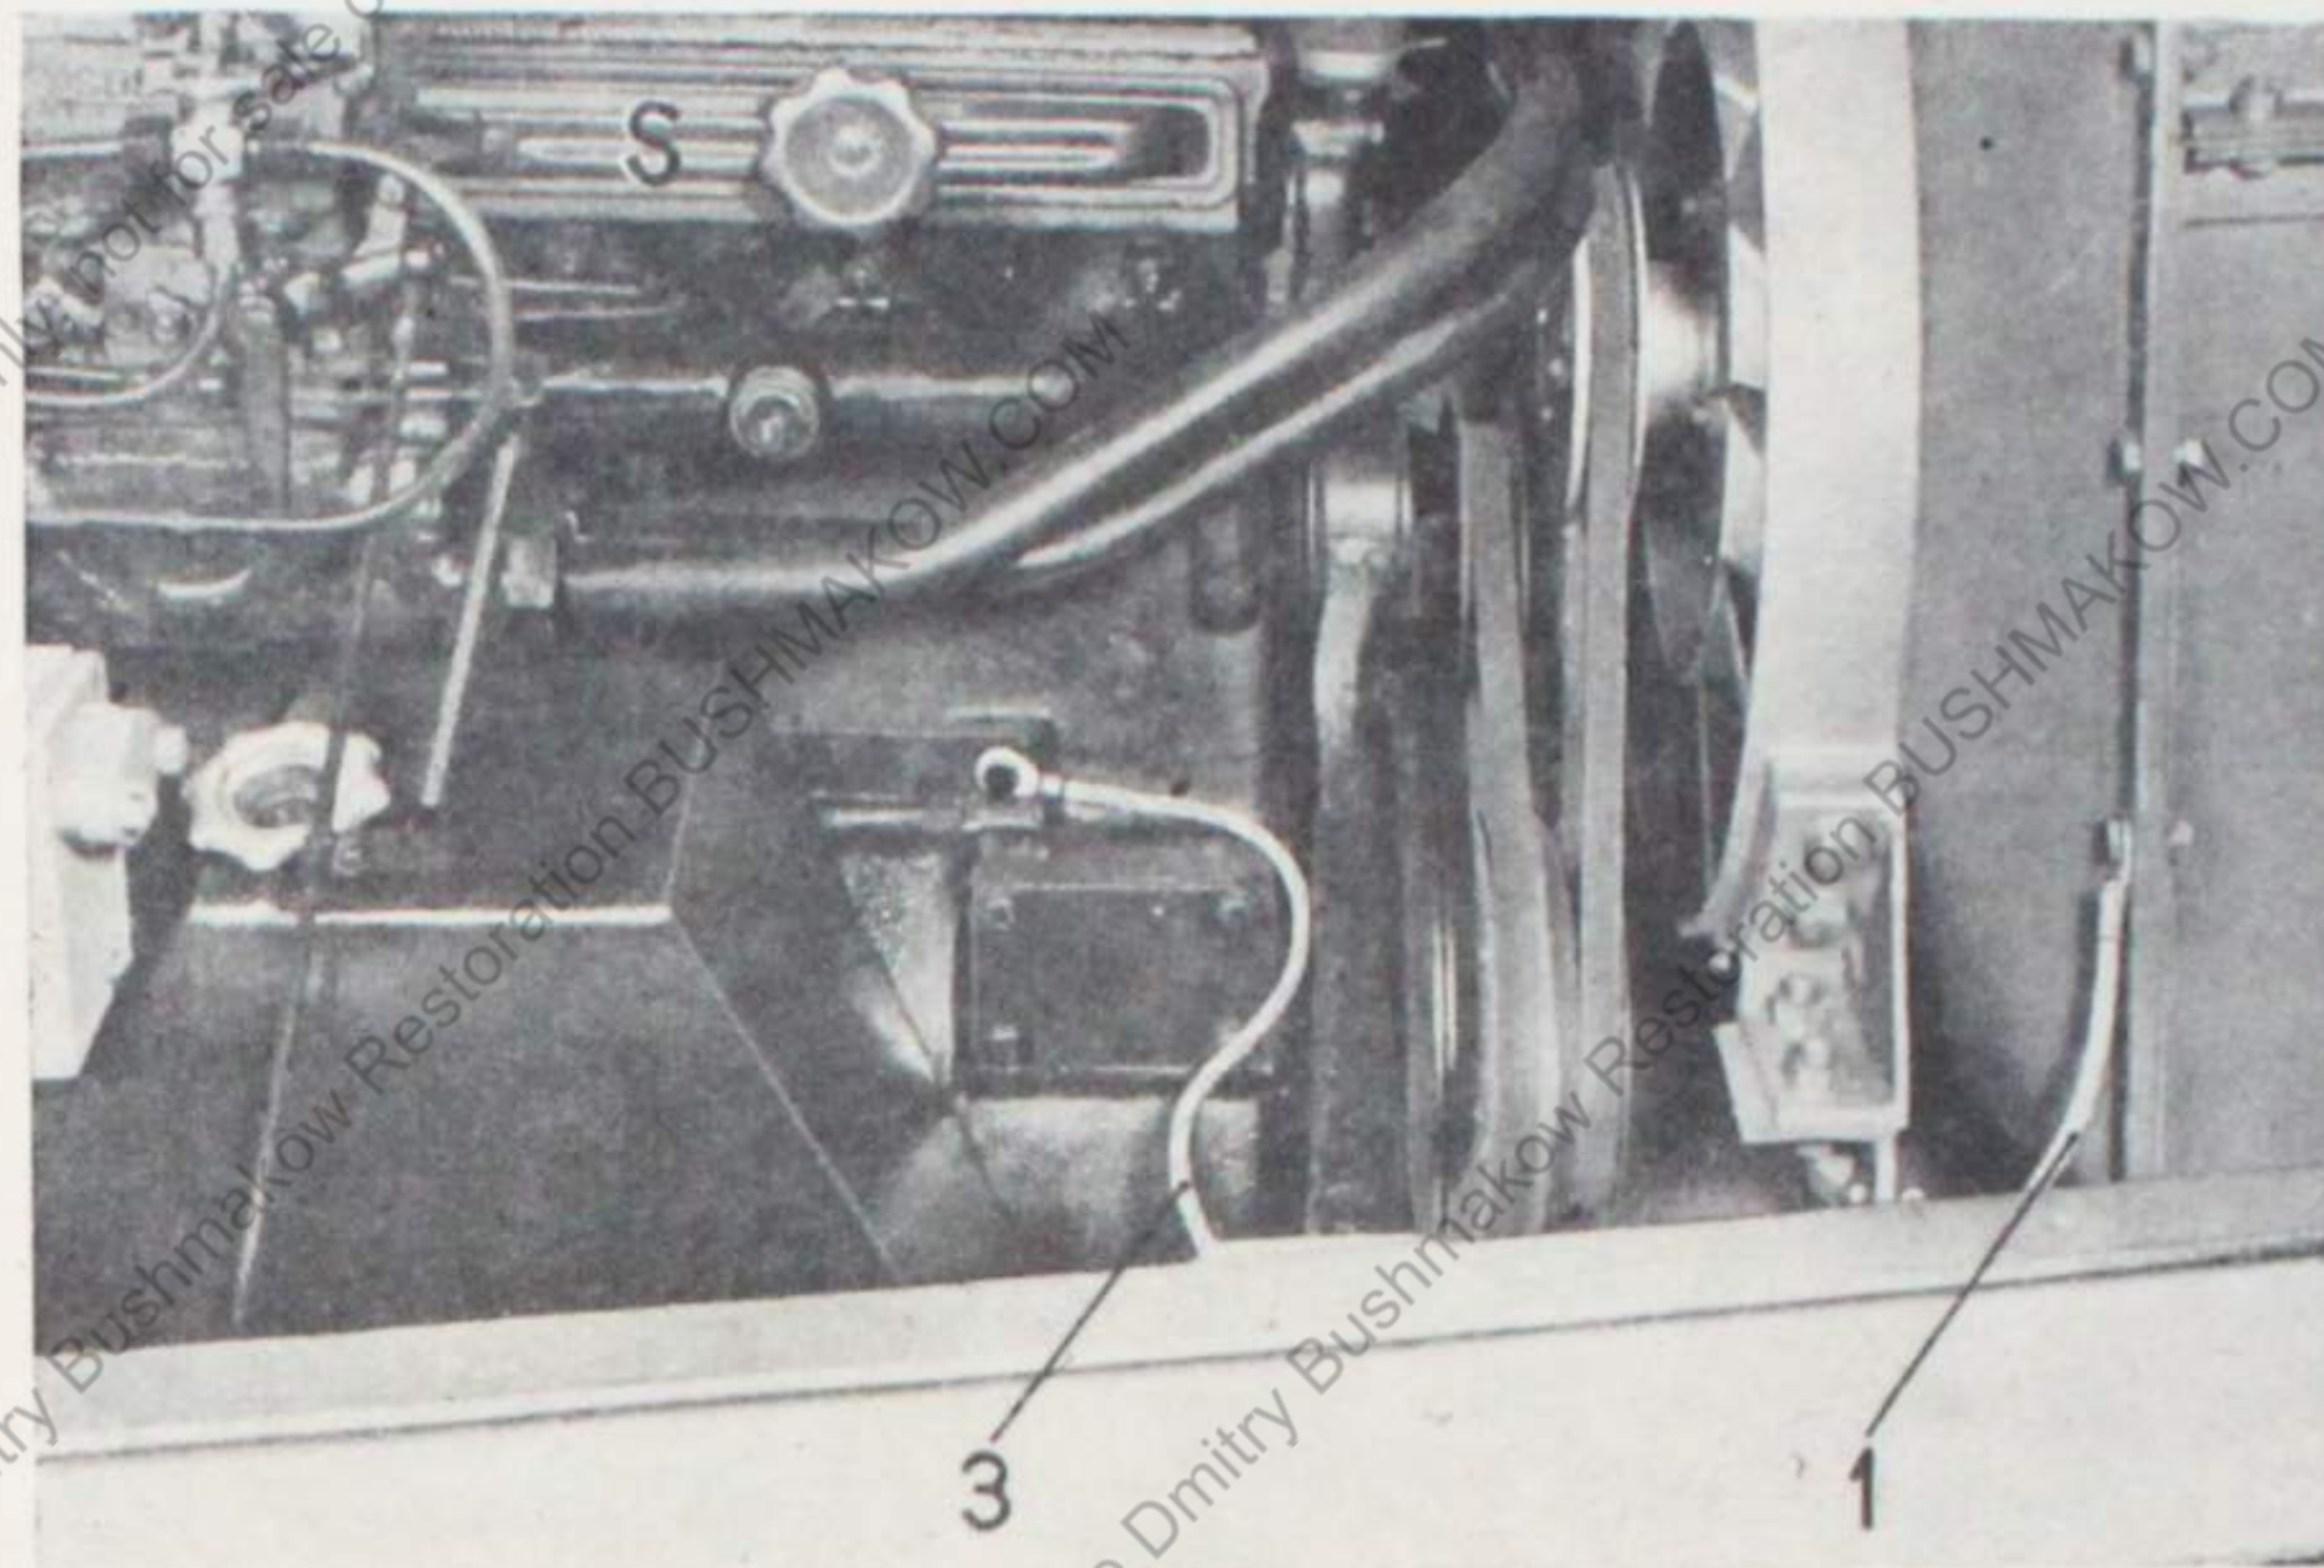

Bild 35
Auf der **rechten Motoreseite** (Bild 35) die Masseleitungen: Kühler/Panzerwanne (1), Motor-Panzerwanne (3) und die Sammelenstörhaube (S).